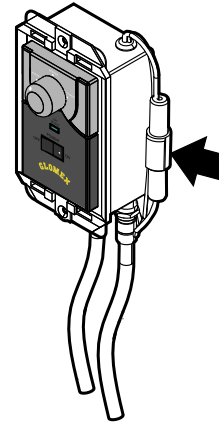

Fig. 51
- Rimuovere il fusibile bruciato dalla sede indicata in Fig. 51 e sostituirlo con uno nuovo (**tipo T 3.15A L 250 VAC 5x20**, cioè fusibile di tipo ritardato a tubo, diametro 5 mm e lunghezza 20 mm, corrente nominale 3.15 ampere e tensione nominale 250 Volt).